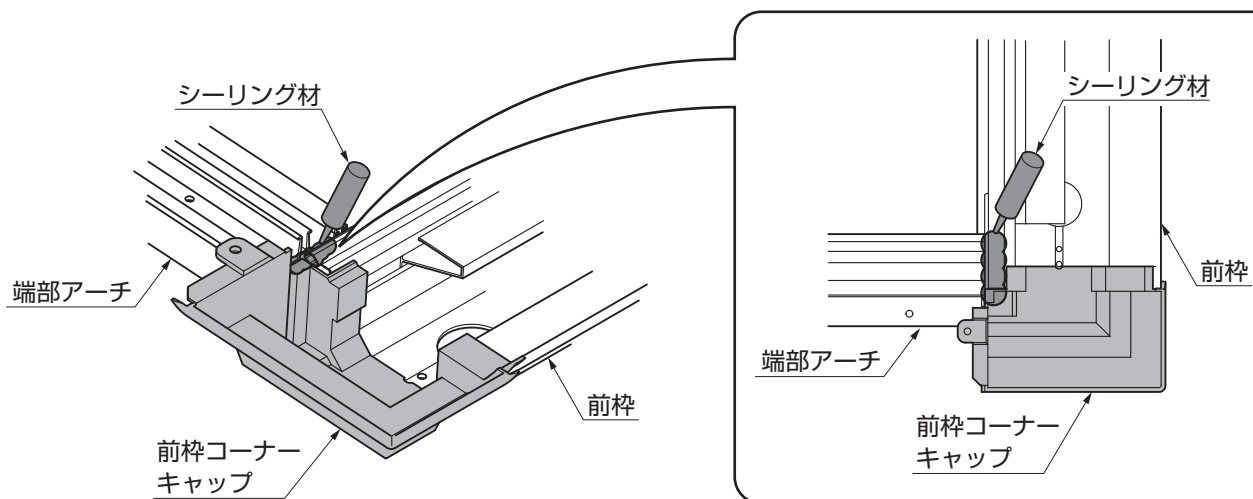

図7-3 シーリング箇所
- ③前枠コーナーキャップにシーリングをしてください。(図7-3参照)